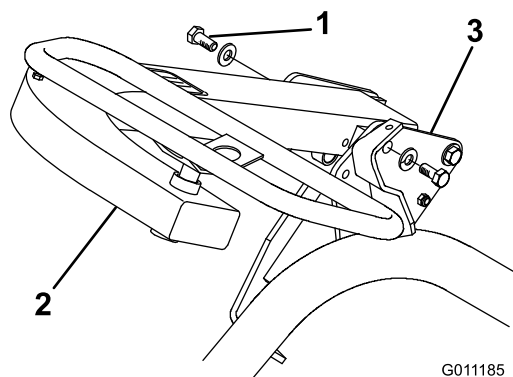

図 6
3. オペレータの体格に合わせて適当な取り付け穴を選択し、2本のボルト (1/2 x 3/4 inch) とワッシャ (1/2 インチ) (各 1 ; 付属部品) でアームを固定する (図 6)。